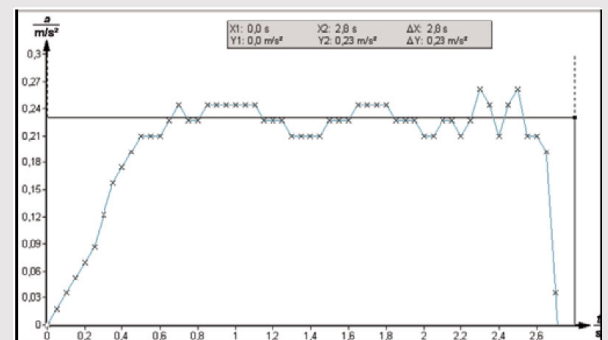

Fig. 11: ejemplo de la ley de aceleración-tiempo.
El valor medio de aceleración medido concuerda bien con el valor determinado mediante regresión en el diagrama (Fig. 11). A partir de ello, puede calcularse la aceleración de la gravedad. Se aplica la siguiente relación (véase la ecuación (1)).